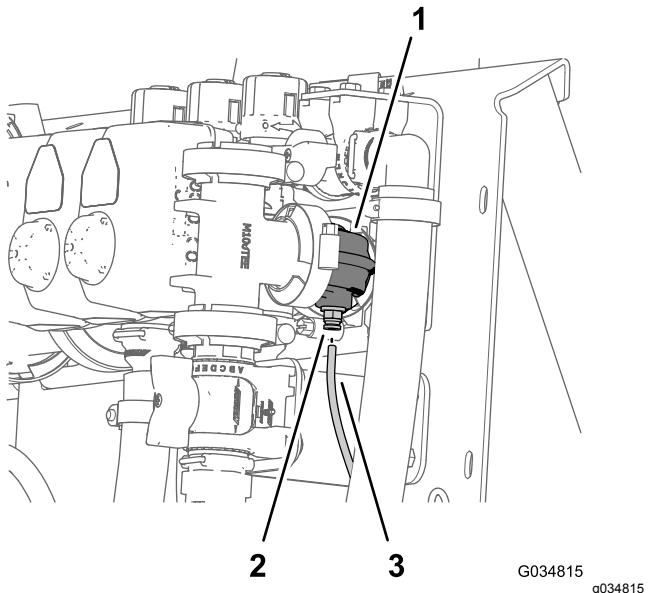
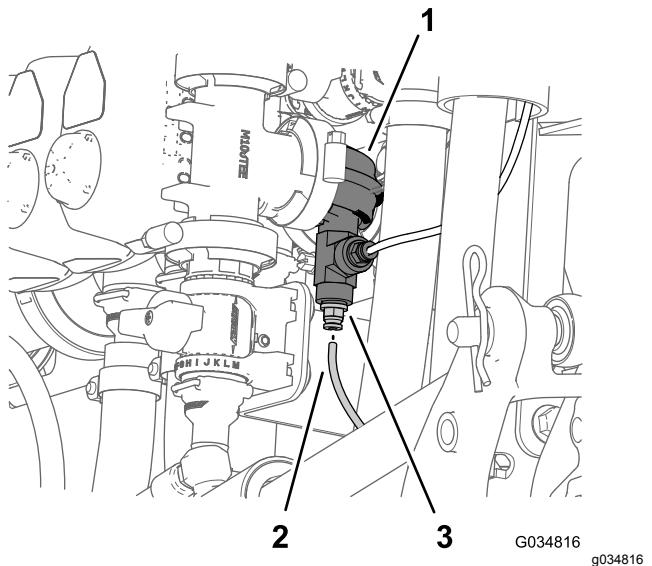

Figura 12
Figura 13
- Premete sul collare per l'accoppiatore del tubo sul gomito a 90° della valvola di sezione delle barre di destra (Figura 12 o Figura 13).
- Estraete il tubo di rilevamento della pressione per il manometro della plancia dall'accoppiatore per tubo (Figura 12 o Figura 13).